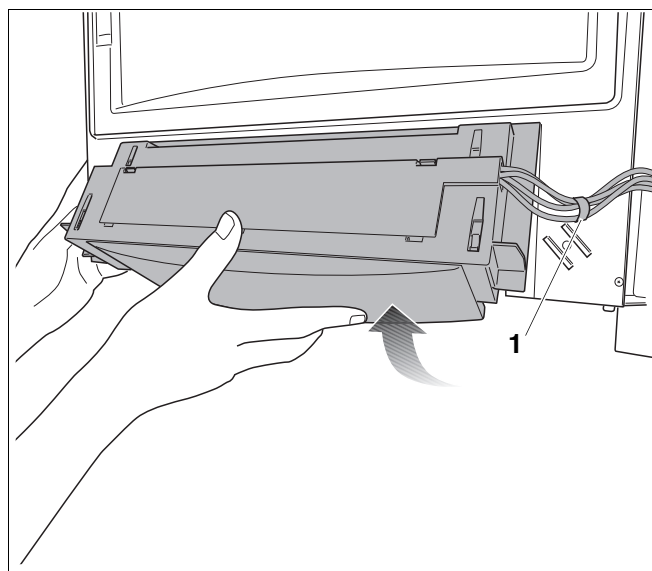

Рис. 118 Снятие панели управления
- Снять хомут крепления кабелей (рис. 118, поз. 1).
- Снять панель управления (рис. 118).